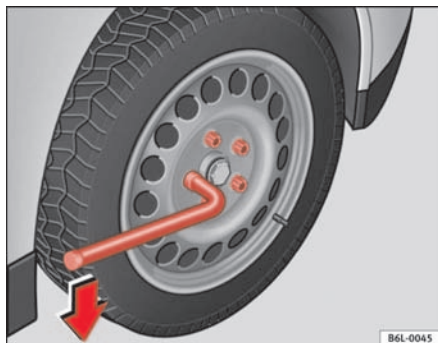

Abb. 133 Radwechsel:
- Greifen sie das Ende des Radschlüssels und drehen Sie die Schraube etwa eine Umdrehung nach **links** ⇒ Abb. 133.